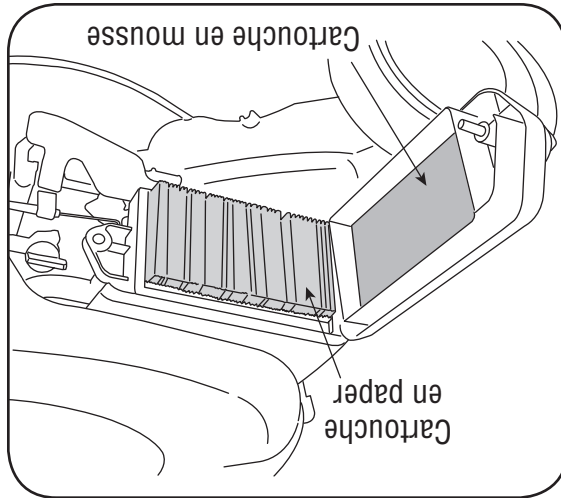

Figure 10-2
1. Enlevez le boulon à oreilles et le couvercle du filtre à air. Sortez les cartouches et séparez-les. Voir la Figure 10-2. Vérifiez soigneusement que les cartouches ne sont ni trouées, ni déchirées et remplacez-les au besoin.